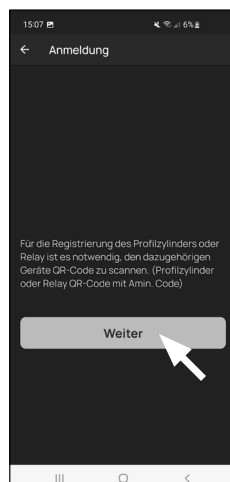

Fig. 4
④ Selezionare "Weiter" (Avanti) (Fig. 4). Potrebbe essere richiesto di confermare l'accesso dell'app alla fotocamera.
⑤ Si apre la finestra di registrazione della telecamera. Scansionare il codice QR.